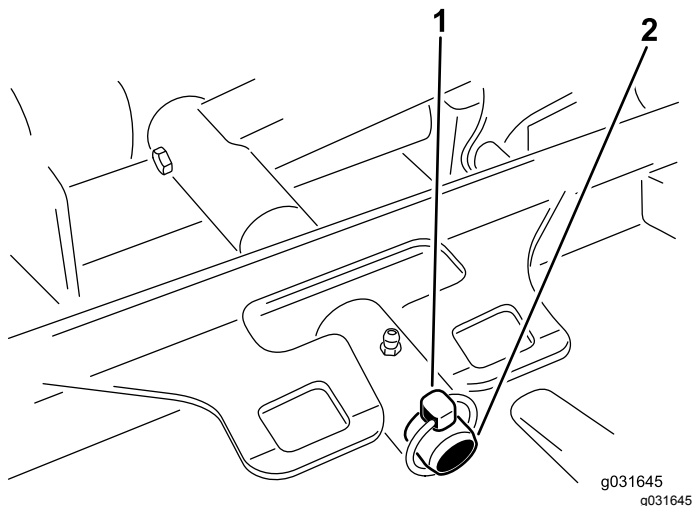

Рисунок 68
- Снимите штифт с кольцом или крепежную гайку, с помощью которых несущая рама деки крепится к шарниру подъемного рычага (Рисунок 68).
- Наденьте несущую раму деки на шарнирный палец подъемного рычага и закрепите ее при помощи штифта с кольцом и крепежной гайки (Рисунок 68).